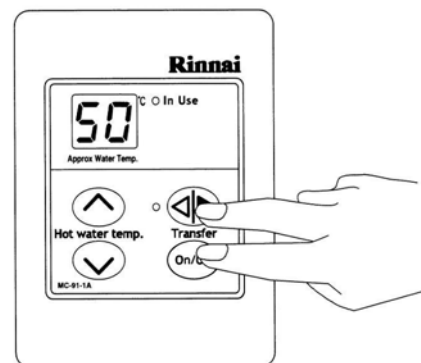

Fig. 1
PASO 1: Sobre el comando remoto Master pulse y mantenga pulsados a la vez los botones Transfer y ON/OFF (fig.1) hasta que se oiga un pitido.
PASO 1: Sobre el comando remoto Master pulse y mantenga pulsados a la vez los botones **Transfer** y **ON/OFF** (fig.1) hasta que se oiga un pitido.